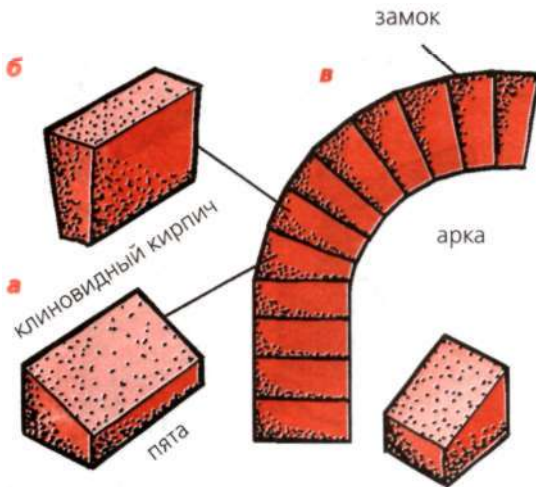

Рис. 20
В процессе кладки печи кирпичи приходится не только колоть, но и тесать. Например, теску применяют при кладке арки (рис. 20). Первый кирпич свода называется *пятой* (рис. 20, а). Его получают из стандартного кирпича, который стесывают только со стороны верхней пласти. На пяту опираются все остальные *клино-*
*видные* кирпичи свода (рис. 20, б). Самым последним вытесывают так называемый *замковый* кирпич, или *замок* (рис. 20, в). Чтобы получить клиновидный кирпич, его пласти стесывают с двух сторон. Так же как и при колке, обтесываемый кирпич опирают на левую полусогнутую ногу. Отеску кирпича начинают с грубой обработки тем лезвием кирочки, которое имеет более тупой угол заточки. Обтесав кирпич черне, острым лезвием кирочки выравнивают отесанные поверхности. При выкладывании свода горнила русской печи обтесывают только пяту, а вместо клиновидных используют обычные кирпичи. Однако при этом свод получается менее прочным.